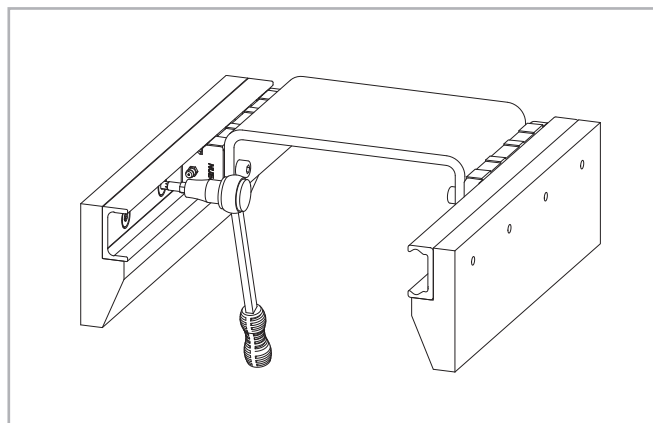

Рис. 113
(2) установить компенсирующую направляющую, прихватив её винтами слегка, т.е. без затяжки полным требуемым усилием;
(3) установить на/в направляющие каретки, а также прикрепить к кареткам сам перемещаемый объект, не затягивая окончательно винты крепления этого объекта к кареткам;
(4) переместить этот объект в среднюю часть направляющих, и затянуть его крепёжные винты предписанным усилием затяжки (см. стр. CR-59, Табл. 42);
(5) затянуть предписанным усилием затяжки винты крепления средней части направляющих к несущей поверхности (см. Рис. 113);
(6) переместить объект в один из концов направляющих, и продолжить затяжку крепёжных винтов, поочерёдно затягивая винты в порядке их удаления от каретки, начиная с наиболее близких.